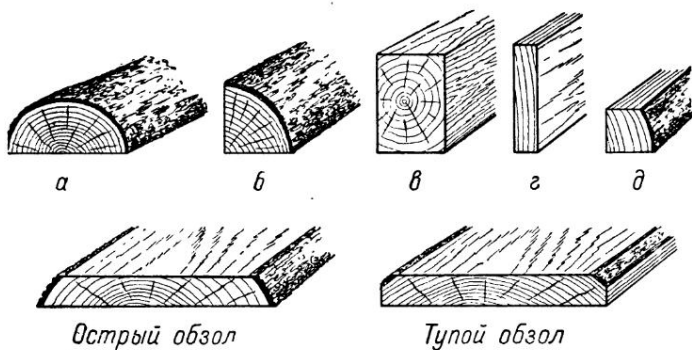

Рис. 2. Пиломатериалы: а — пластина, б — четверть, в — брус четырехкантный, г — доска, д — брусок с обзолом.
Из бревна делают различные пиломатериалы (рис. 2). На следующем рисунке (3) показано бревно, распиленное на доски. Здесь тебе опять встретятся новые названия. Пояснения требует одно — обзол. Это кромка доски или бруска, оставшаяся не опиленной (с корой). Обзол образуется потому, что, во-первых, ствол дерева имеет цилиндрическое сечение, во-вторых, потому, что ствол по длине имеет различную толщину или, как говорят, сбежистость. По этим двум причинам кромки досок при распиливании бревна могут оказаться частично или